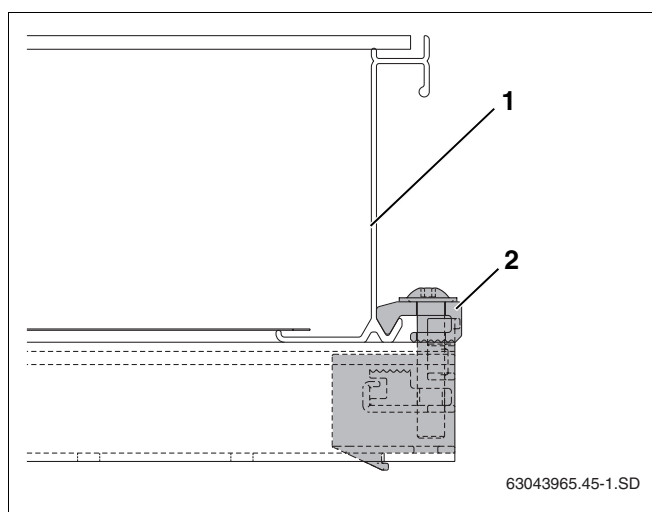

Fig. 46 Tensor unilateral del colector atornillado
- ▶ Deslice el colector (fig. 46, **pos. 1**) con cuidado hasta el tensor unilateral del colector y sitúelo en posición horizontal.
- ▶ Atornille el tensor unilateral del colector con la llave de tamaño 5 (fig. 46, **pos. 2**).
El elemento de sujeción (fig. 46, **pos. 2**) del tensor del colector queda enganchado en el borde inferior del colector.